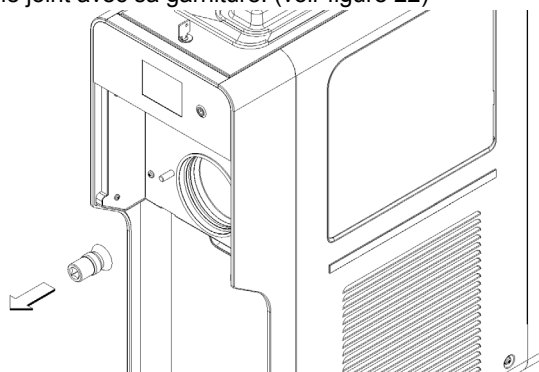

figure 22
- 8 Enlever le joint avec sa garniture. (voir figure 22)